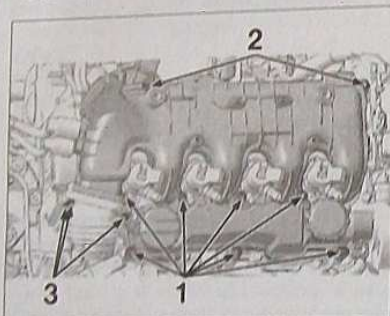

FIG. 37
- les fixations (1) du couvre culasse (Fig. 37).
- les fixations (2) du collecteur d'admission.
- les fixations (3) du boîtier d'absorption de résonance du turbocompresseur.